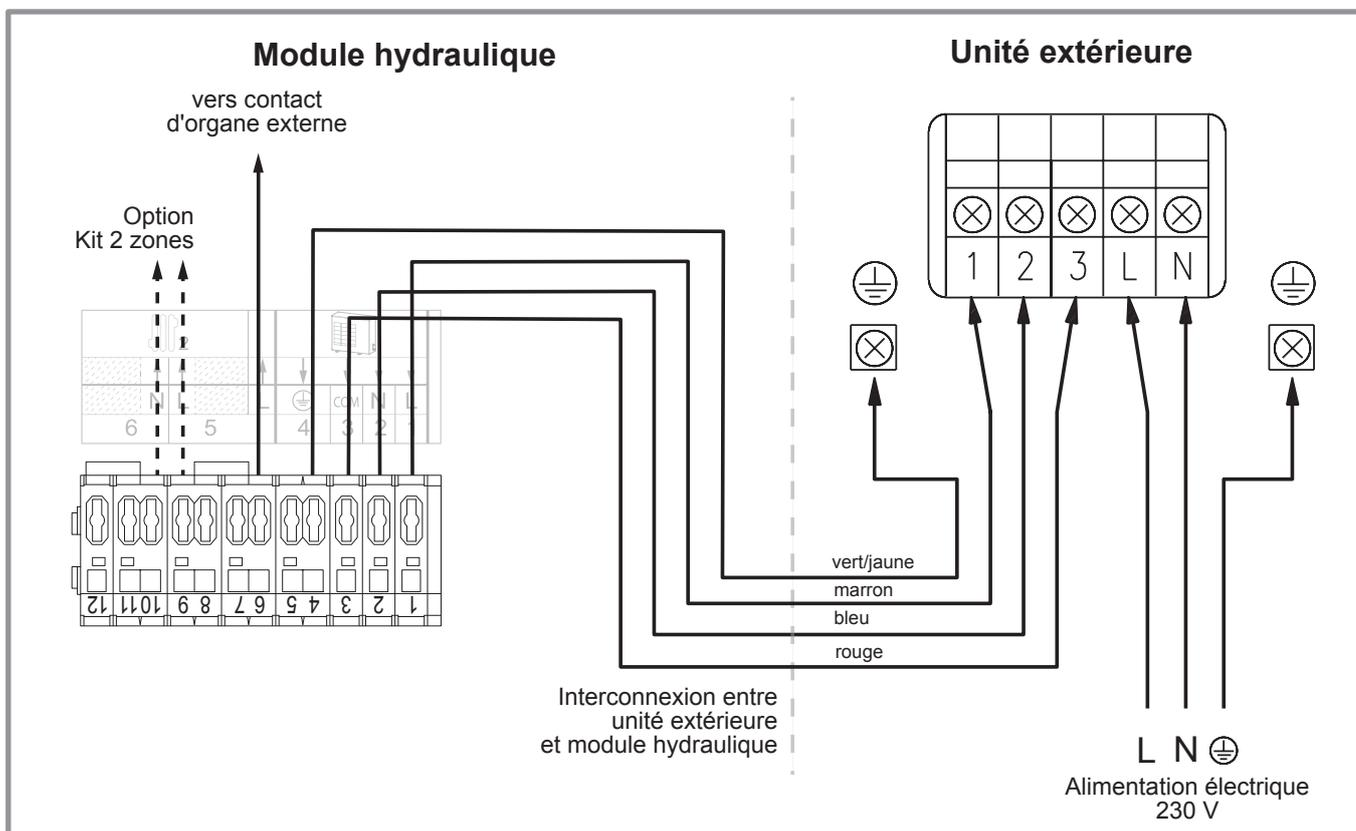

figure 46 - Raccordement aux borniers
- Effectuer les raccordements suivant les schémas (figure 46 et figure 49).